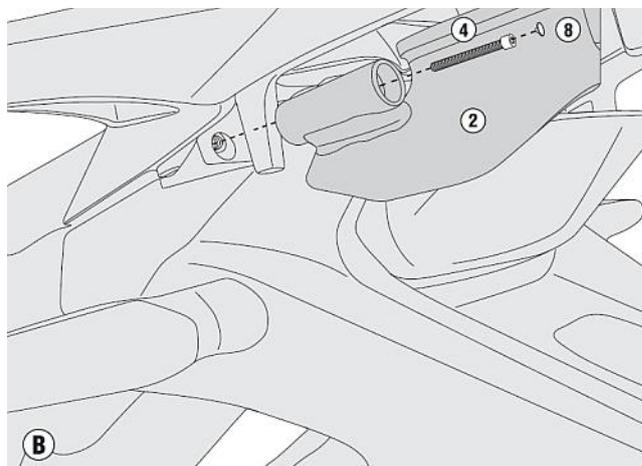

図 1
1. 図 1 を参考に、純正リアフェンダー固定ボルト（左右各 1 ヶ）を外し、④六角穴付きボルト（2 ヶ）を使用して、②サポート（左右各 1 ヶ）を車体に仮組みします。
6. 問題なければ、④六角穴付きボルトの頭に⑧化粧キャップ（2ヶ）を組み付け、作業は完了です。（前ページ図1参照）
③